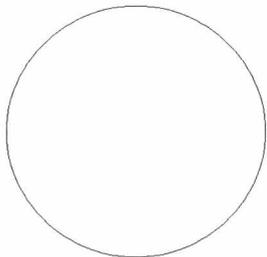

图2-1 绘制圆
**步骤 02** 在命令行中输入CIRCLE（圆）命令并按回车键确认，根据命令行提示进行操作，在绘图区的任意一点单击鼠标左键，确认圆心点，输入80，并按回车键确认，绘制一个圆，如图2-1所示。